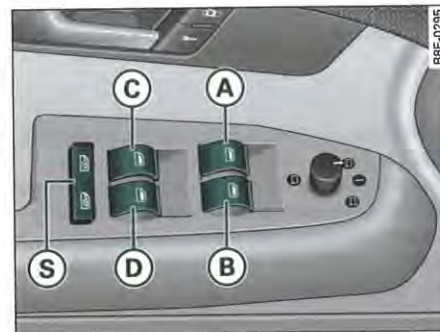

Fig. 57 Vue partielle de la porte du conducteur : éléments de commande.
- (A)** Commande → fig. 57 de la glace de la porte du conducteur.
- (B)** Commande de la glace de la porte du passager avant
Avec le commutateur de sécurité ⇒ *page 64*, fig. 57  vous pouvez désactiver les commandes de lève-glaces situées sur les portes arrière. Il n'est possible d'ouvrir ou de fermer les glaces à partir des places arrière que si le commutateur est enfoncé.